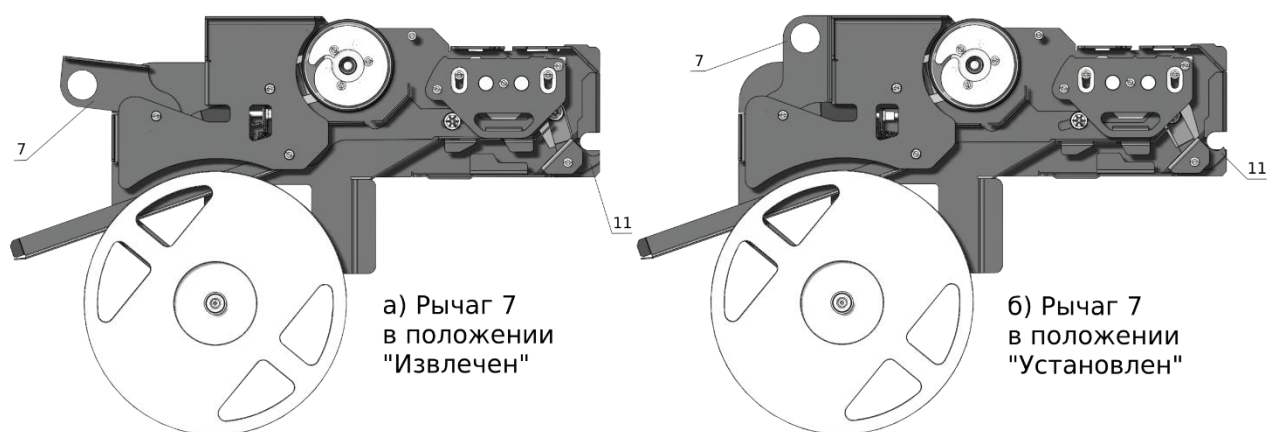

Рисунок 3.2 – Ленточный питатель, состояния "Установлен" и "Извлечен"
- 5) Убедиться, что рычаг 7 соответствует положению "Извлечен" (Рисунок 3.2, стр.32). При этом крючок фиксатора питателя 11 не будет виден в установочной прорези.
Перевести рычаг 7 (Рисунок 3.2, стр.32), на себя в положение "Извлечен" и потянуть за него до полного извлечения питателя из посадочного места.